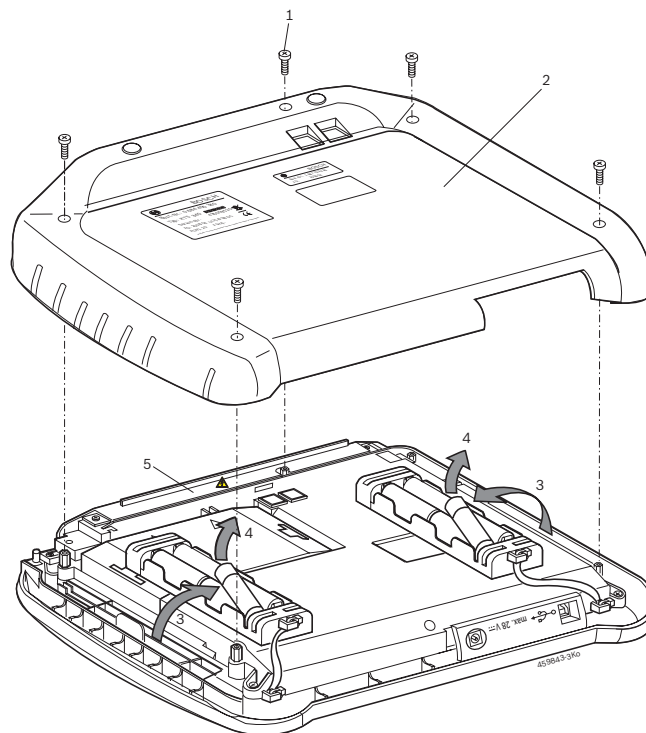

Fig. 4: Remplacement des accumulateurs
Lorsque le KTS 340 est ouvert et que le cache (fig. 4, pos. 5) pour le rétro-éclairage de l'écran à cristaux liquides a été retiré, des tensions mortelles peuvent être présentes.
2. Dévisser les 5 vis (fig. 4 ; pos. 1) au dos de l'appareil et retirer le couvercle (fig. 4 ; pos. 2).
3. Retirer les logements d'accumulateurs à gauche et à droite et les poser sur le boîtier métallique (fig. 4 ; pos. 3).
4. Retirer les accumulateurs usagés (fig. 4 ; pos. 4).